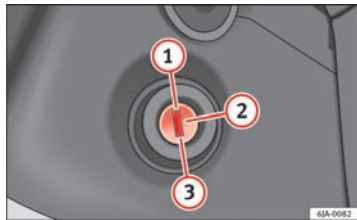

Fig. 102 Stillinger i tændingslåsen
- Under kørsel med standset motor skal tændingsnøglen altid være i stilling (2) ⇒ Fig. 102 ⇒ Side 135 (tænding tilsluttet). Denne stilling signaleres ved, at der er kontrollamper, der lyser. Hvis dette ikke er tilfældet, kan ratlåsen blive aktiveret uventet – fare for ulykke!
- Starteren må kun aktiveres (tændingsnøglen i position (3) ⇒ Fig. 102 ⇒ Side 135), når motoren er standset. Hvis starteren aktiveres, straks efter at motoren er standset, kan starteren og motoren blive beskadiget.
- Træd koblingspedalen helt ned ② ⇒ Fig. 102 ⇒ Side 135, og start motoren ③ uden at træde på speederen. Hold koblingspedalen nede, indtil motoren starter.
- Så snart motoren starter, skal du slippe tændingsnøglen. Nøglen springer tilbage til position ②.
- Hvis motoren ikke starter, skal du dreje nøglen til position ① igen efter ca. 10 sek. Gentag forsøget efter ca. 30 sek.
Du standser motoren ved at dreje tændingsnøglen til position ① ⇒ Fig. 102 ⇒ Side 135.